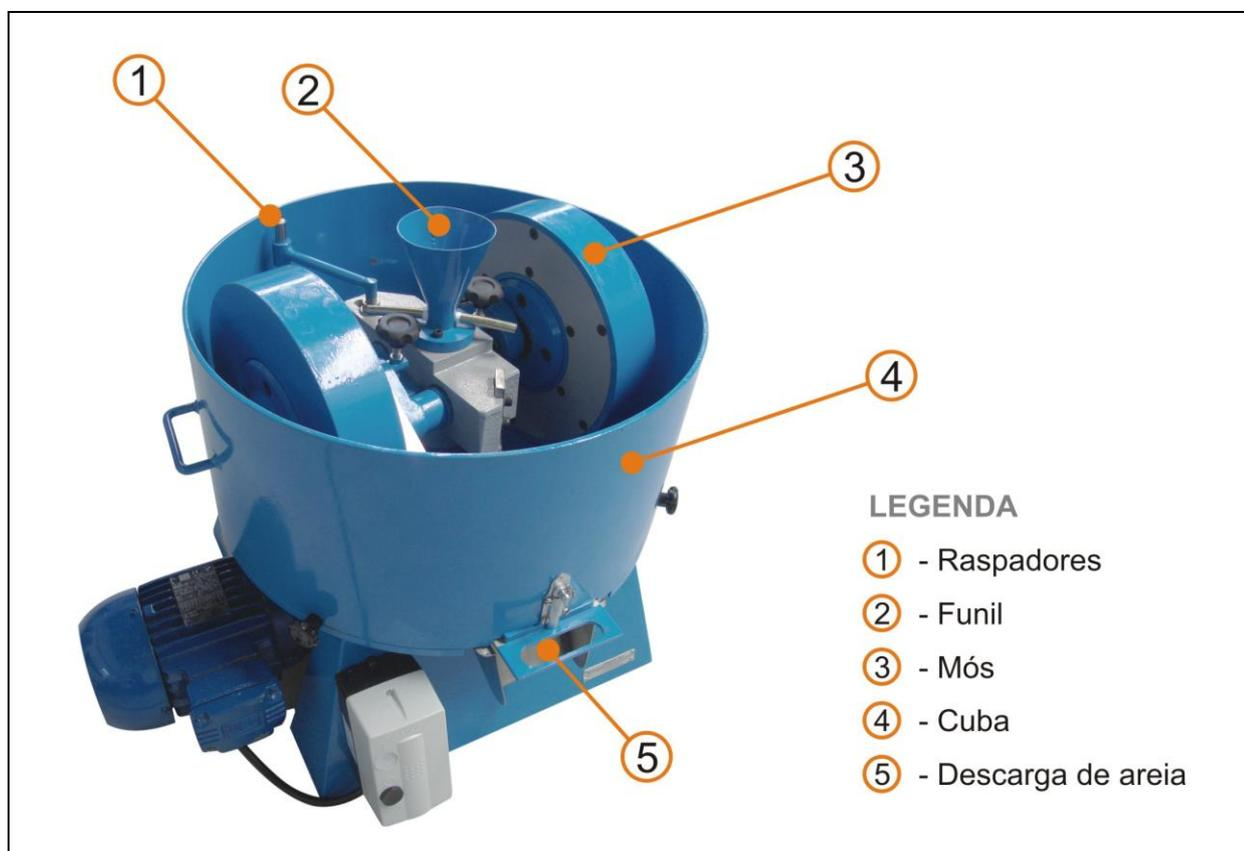

Figura 1 – Foto ilustrativa do misturador de laboratório.
6.1.1_ Remover a cuba (item 4 da figura 1) para ter melhor acesso às partes a serem verificadas;
6.2_ Verificação do peso do conjunto composto pelas mós e os suportes (Item 3 da figura 1):